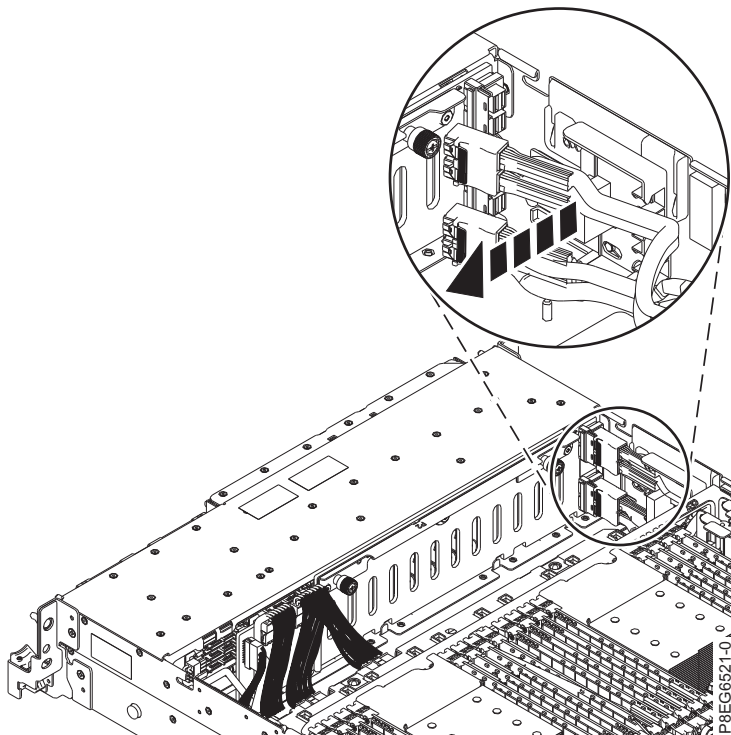

Figura 3. Despreendendo os cabos SAS
4. Desprenda os cabos SAS frontais da guia do cabo na lateral do chassi do sistema, conforme mostrado na Figura 3 na página 6.